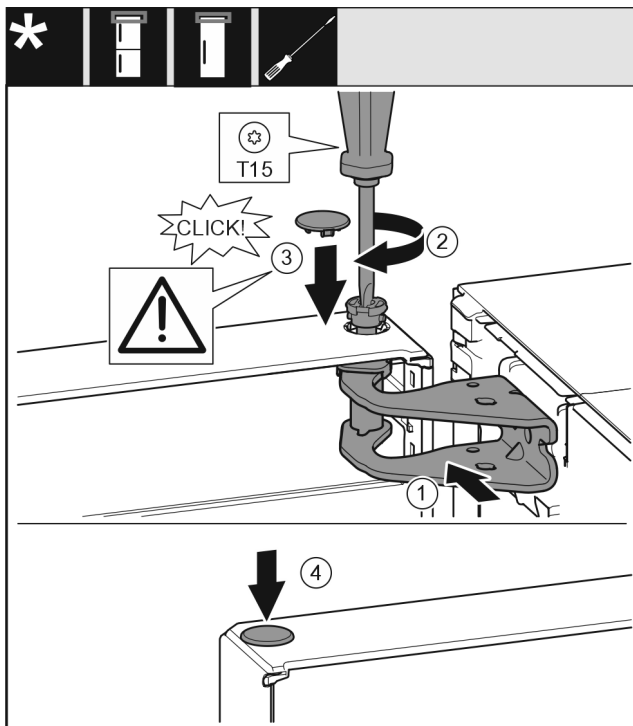

Fig. 20
- ▶ Wyrównać drzwi u góry względem otworu w płytce zawiasu. Fig. 20 (1)
- ▶ Założyć sworzeń i dokręcić śrubokrętem T15. Fig. 20 (2)
- ▶ Zamontować osłonę bezpieczeństwa w celu zabezpieczenia drzwi: Włożyć osłonę zabezpieczającą i sprawdzić, czy przylega ona do drzwi. Ponadto założyć całą sworzeń. Fig. 20 (3)
- ▶ Założyć zatyczkę. Fig. 20 (4)